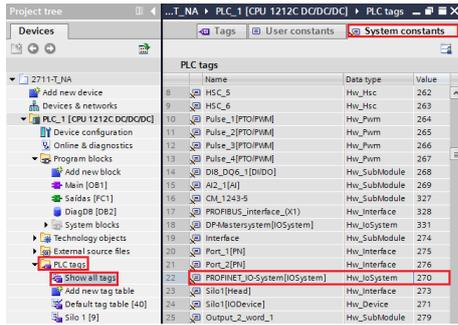

Figura 109 – Constantes do sistema do CLP
*Para localizar qual o valor da variável "LADDR" (HW_IOSYSTEM) selecione "PLC tags → Show all tags → System constants" conforme **Figura 109**;